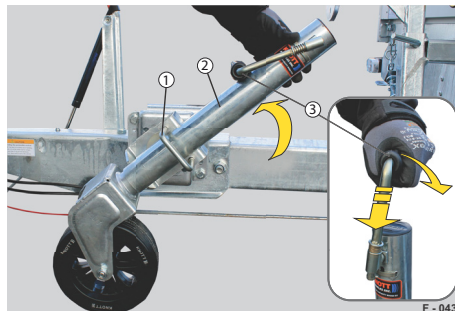

Abb. 19 Stützrad bedienen
- Am Bügel (Abb. 19/1) ziehen und dabei den Zylinder (Abb. 19/2) in senkrechte Position schwenken - bis dieser einrastet.
- Kurbel (Abb. 19/3) gegen die Feder drücken und herausklappen.